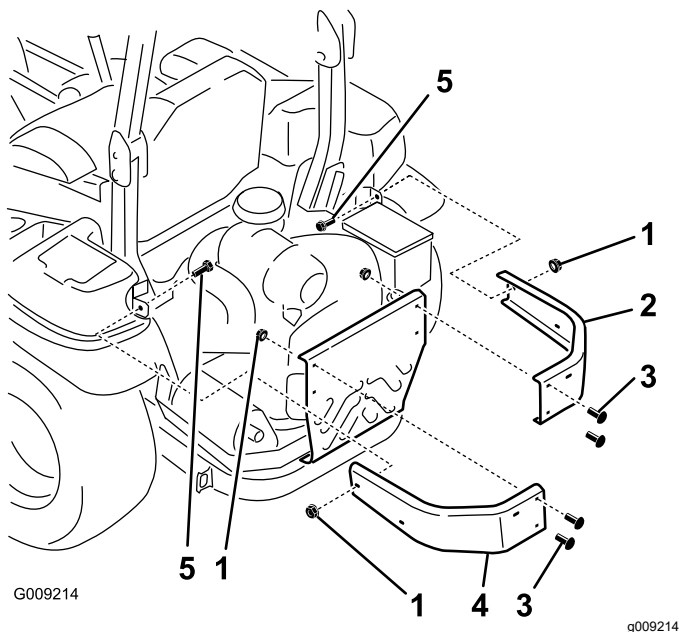

Figura 5
1. Retire los pernos y las tuercas que fijan los parachoques laterales a la máquina (Figura 5).
2. Instale los parachoques derecho e izquierdo nuevos con 2 pernos de cuello cuadrado ($\frac{3}{8}$ " x $1\frac{1}{4}$ "), los 4 pernos de cuello cuadrado que retiró anteriormente y 6 tuercas con arandela prensada ($\frac{3}{8}$ "), como se muestra en la Figura 5.